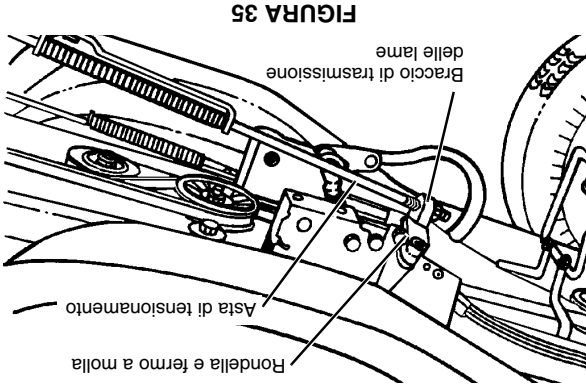
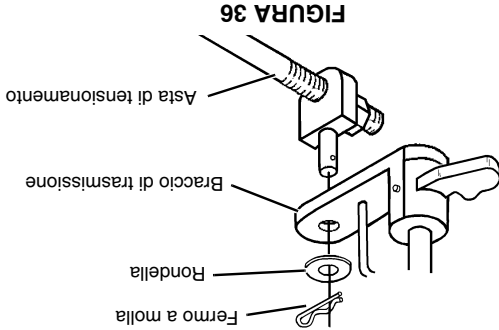

FIGURA 35
FIGURA 36
- Rimuovere il fermo a molla e la rondella tenendo l'asta di tensionamento sul braccio di trasmissione delle lame (vedere le FIGURA 35 e FIGURA 36).